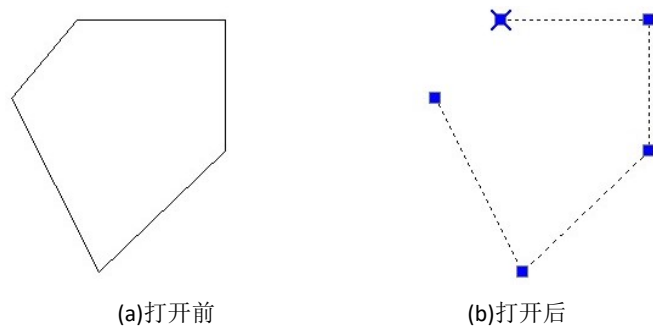

图 6-6 多线打开
- 1、若要把多线打开，可在命令行输入“O”回车，系统自动把闭合的多线打开，如图 6-6 所示。